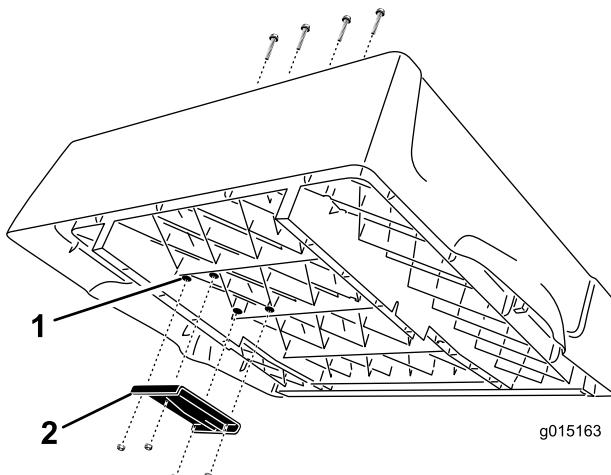

図 3
1. 荷台の右側の裏側にあるボス（4ヶ所）を探し出す（図 3。3/8 インチのドリル・ビットを使って、ボスから荷台表面まで、4 つの貫通口を注意深く開ける。
2. 荷台の裏側に、上側昇降ブラケットを取り付ける；十字平頭ねじ (3/8 x 2-1/2 inches) (4本) とフランジ・ロックナット (Whiz lock) (3/8 インチ) を使用する。ブラケットは 図 3 のように組み付ける。